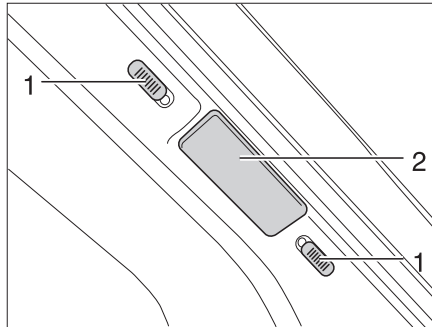
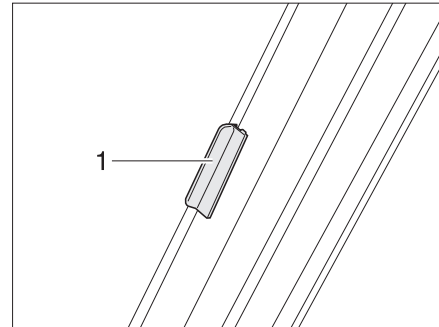

Fig. 24 Bloqueo estor plegable luna delantera
Fig. 25 Bloqueo estor plegable luna delantera (modelo I)
- Empujar ambas mitades del estor plegable para la luna delantera en el tirador (Fig. 24,2 y Fig. 25,1) hacia afuera, hasta el tope.
- Empujar los botones de bloqueo (Fig. 24,1) hacia abajo o hacia arriba. Cuando se vea el punto rojo, estará abierto el bloqueo.